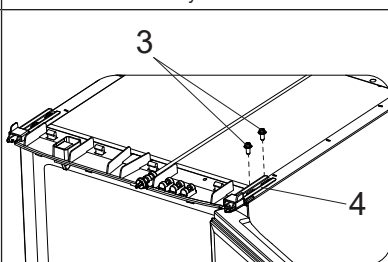

Рисунок 4
3. Торцовым ключом на 8 выкрутите болты 3 верхней петли 4 (см. рис. 4).